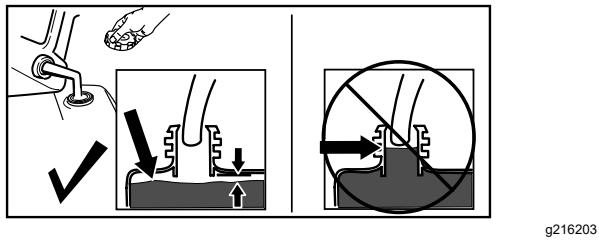

Figura 13
Llene el depósito de combustible como se muestra en la Figura 13; no llene por encima del extremo inferior del cuello del depósito de combustible.
- Retirada de obstrucciones del conducto de descarga; consulte **Cómo limpiar un conducto de descarga atascado (página 17).** Utilice la herramienta desatascadora (**Figura 13**), no las manos, para retirar obstrucciones del conducto de descarga.